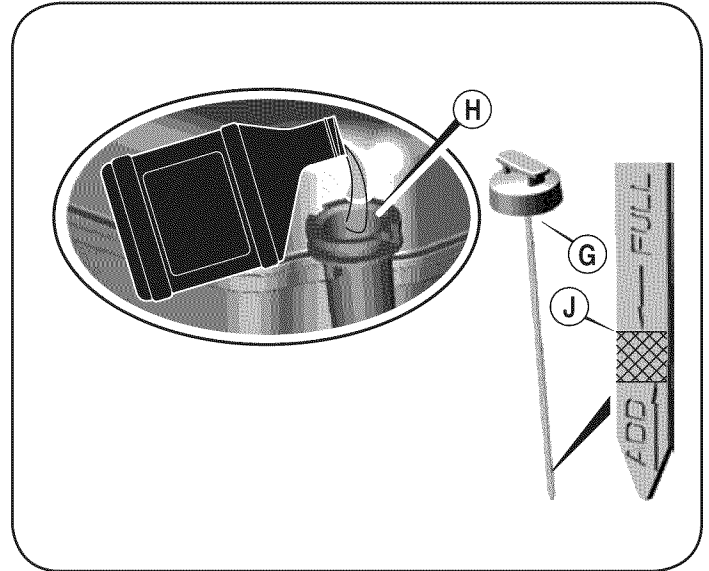

Figura 11
1. Saque la varilla del nivel de aceite (G). Vea la Figura 11.
2. Con la cortadora de césped ubicada en suelo nivelado, vierta el aceite lentamente por dentro del tubo de llenado de aceite del motor (H).
3. Coloque y ajuste la varilla indicadora. Luego quítela para revisar el nivel de aceite. Vea la Figura 11.